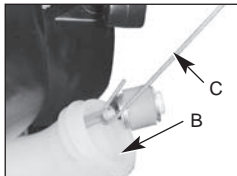

Fig. 23
1. Verwijder de brandstofdop volledig van de tank (B) zodat de brandstoffilter (C) uit de tank kan worden gehaald. Dat lukt prima met behulp van een stalen draad (C) met een haak. (Fig. 23)